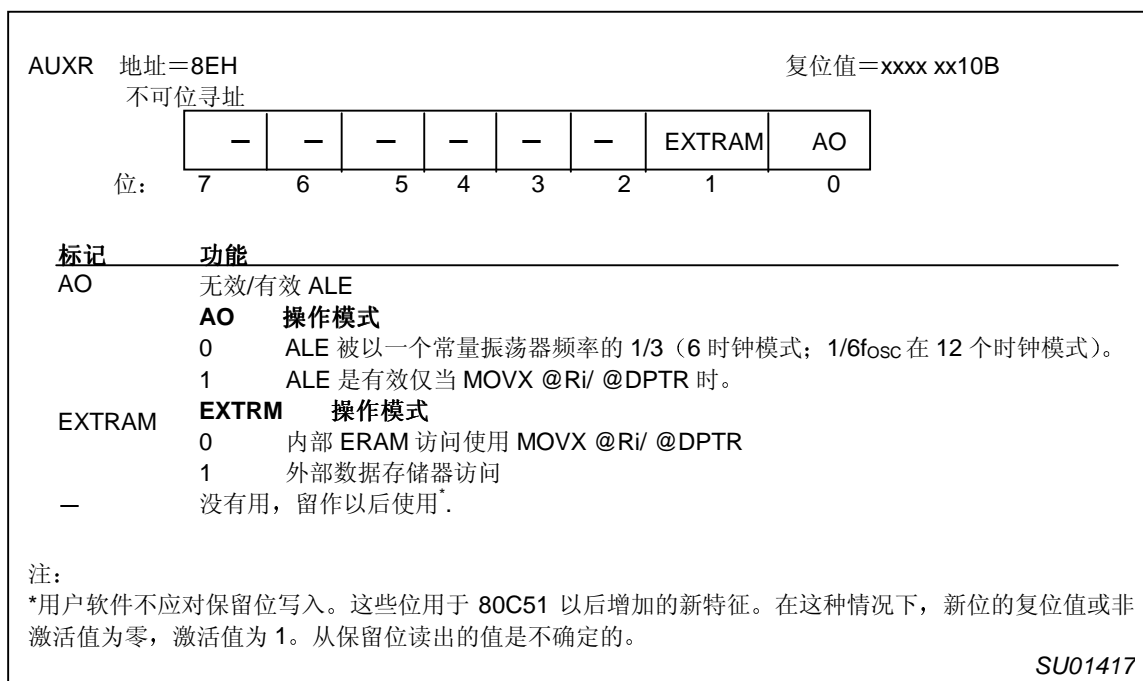

图 28 AUXR: 附属寄存器
4. 256/768/1792 字节扩展的 RAM (ERAM, 00H—XFFH/2FFH/6FFH) 可以间接访问通过传送外部指令, MOVX, EXTRAM 位被清除, 见图 28。